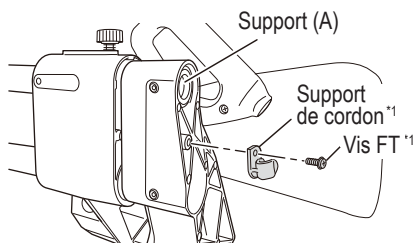

Fig. 56
- (1) À l'aide d'un tournevis cruciforme, fixer fermement le crochet au support (A) à l'aide de la vis. (Fig. 56)